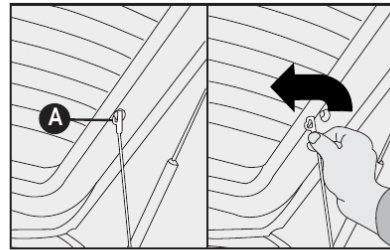

fig. 99
1) Soltar as extremidades superiores **A-fig. 99** dos dois tirantes, desprendendo as argolas dos pinos.